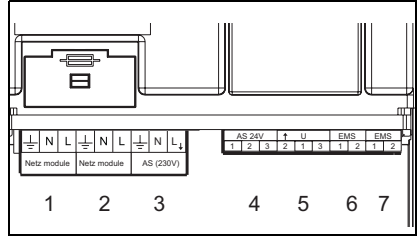
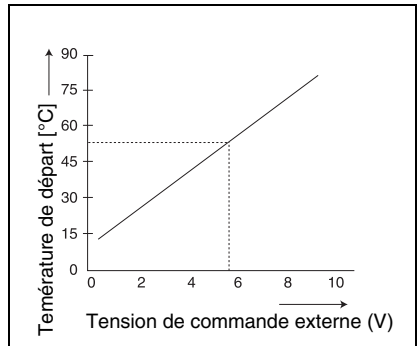

Fig. 2 Raccordements
Fig. 3 Diagramme 0 – 10V
Raccordez la connexion EMS (fig. 2, pos. 6) du module EM10 avec un câble à deux fils sur le raccord RC (ou ) de la chaudière (éventuellement en parallèle avec le thermostat).
a) Le raccordement AS 24V (fig. 2, pos. 4), il s'agit ici d'un contact inverseur isolé pour basse tension jusqu'à 24 V. Ce signal de défaut peut être lu par un système de gestion automatisée du bâtiment, par exemple.
b) Le raccord AS 230V (fig. 2, pos. 3), celui-ci permet de commander un klaxon ou une lampe d'alarme, par exemple. Dans le cas d'un défaut, ce raccord est sous une tension de 230 VCA.
Le module EM10 peut être utilisé comme interface entre la chaudière et un système de gestion automatisée du bâtiment par exemple. A l'aide d'un signal 0-10 VCC (fig. 2, pos. 5), il est possible de réaliser une commande par la température de départ ou la puissance (fig. 3).